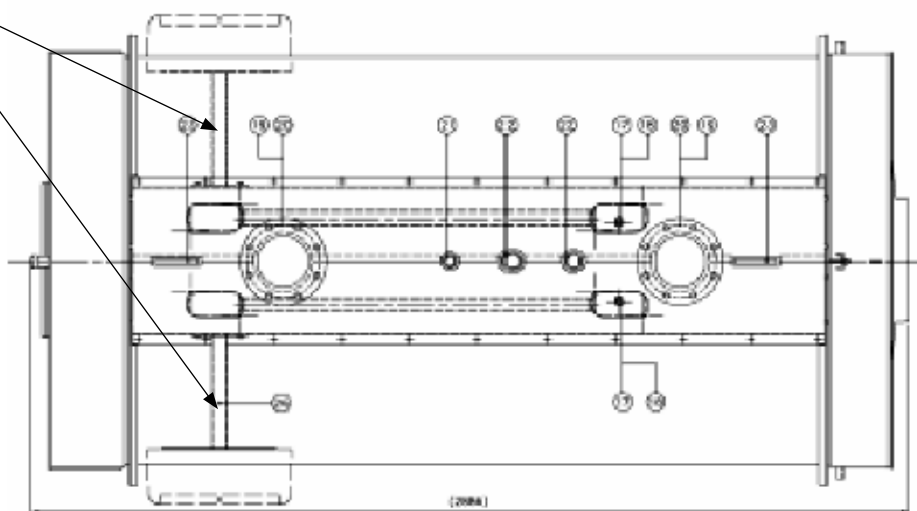

рис. 24
- 4)** осуществить электрические подключения пульта управления и закрепить его на корпусе котла используя соответствующие винты (рис. 24 и 25).